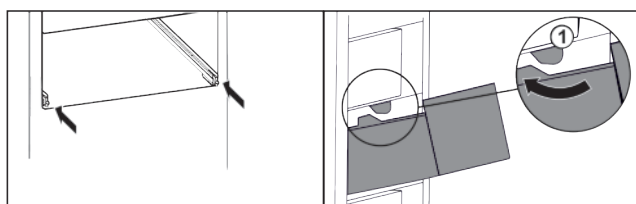

Fig. 40
- Preved'te zásuvku okolo zarážok Fig. 40 (1).